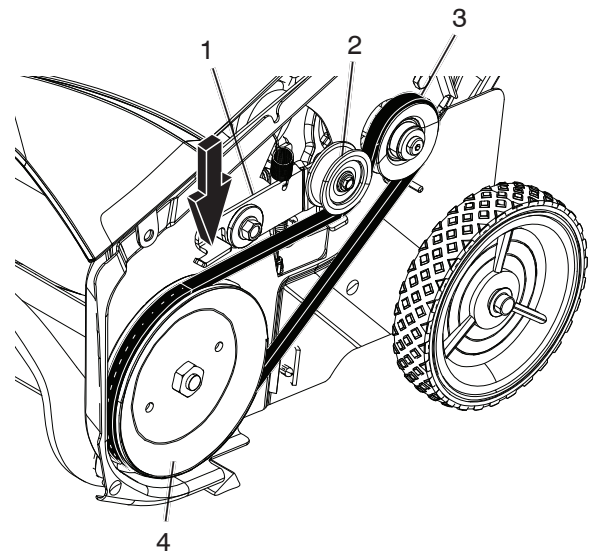

Figure 31
4. Poser la nouvelle courroie d'entraînement en l'acheminant de la façon illustrée à la (Figure 31).
REMARQUE: Acheminer la nouvelle poulie d'entraînement en la passant autour de la poulie du moteur, puis de la poulie tendeur, pour terminer autour de la poulie d'entraînement tout en appuyant sur l'avant du bras de renvoi. (Figure 31)